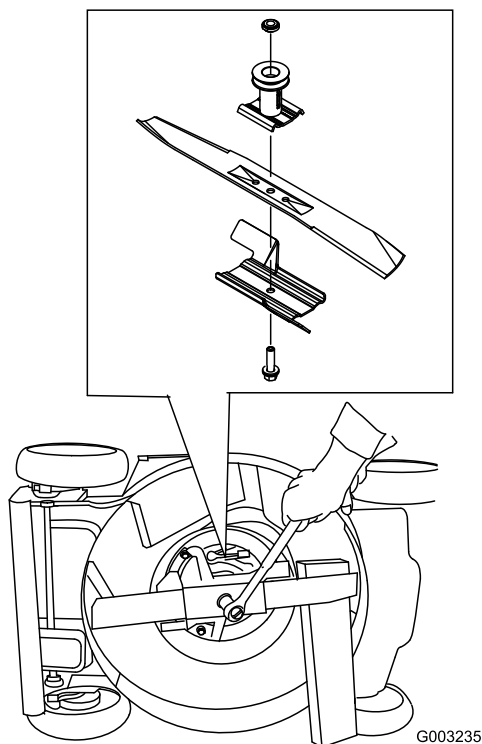

Figure 44
3. Immobilisez la lame avec un morceau de bois (Figure 44).